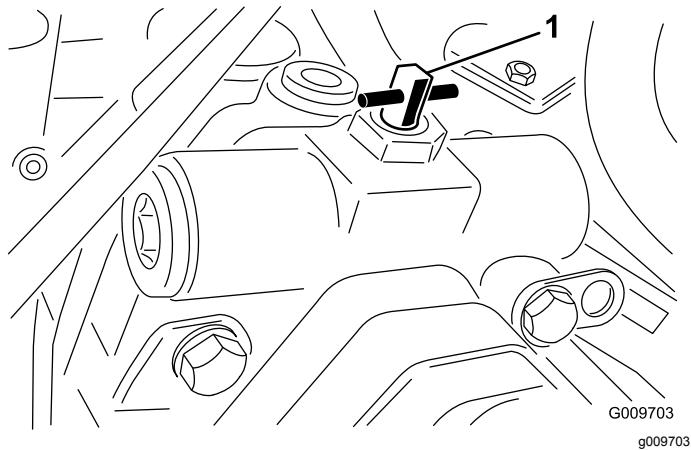

図 18
2. バイパスバルブのレバー 図 18 を右または左に 90°回転4分の1回転させると内部でバイパスが形成される。これにより、トランスミッションを破損することなく機械を押して移動できるようになる。バルブを開けたとき、どちらの方向に回したかを覚えておくこと。